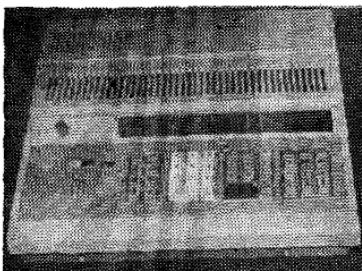

Рис. 35. Электронная вычислительная машина «Искра-124»
6.7. Электронная клавишиная вычислительная машина «Искра-124» предназначена (рис. 35) для выполнения научных и инженерно-технических расчетов.